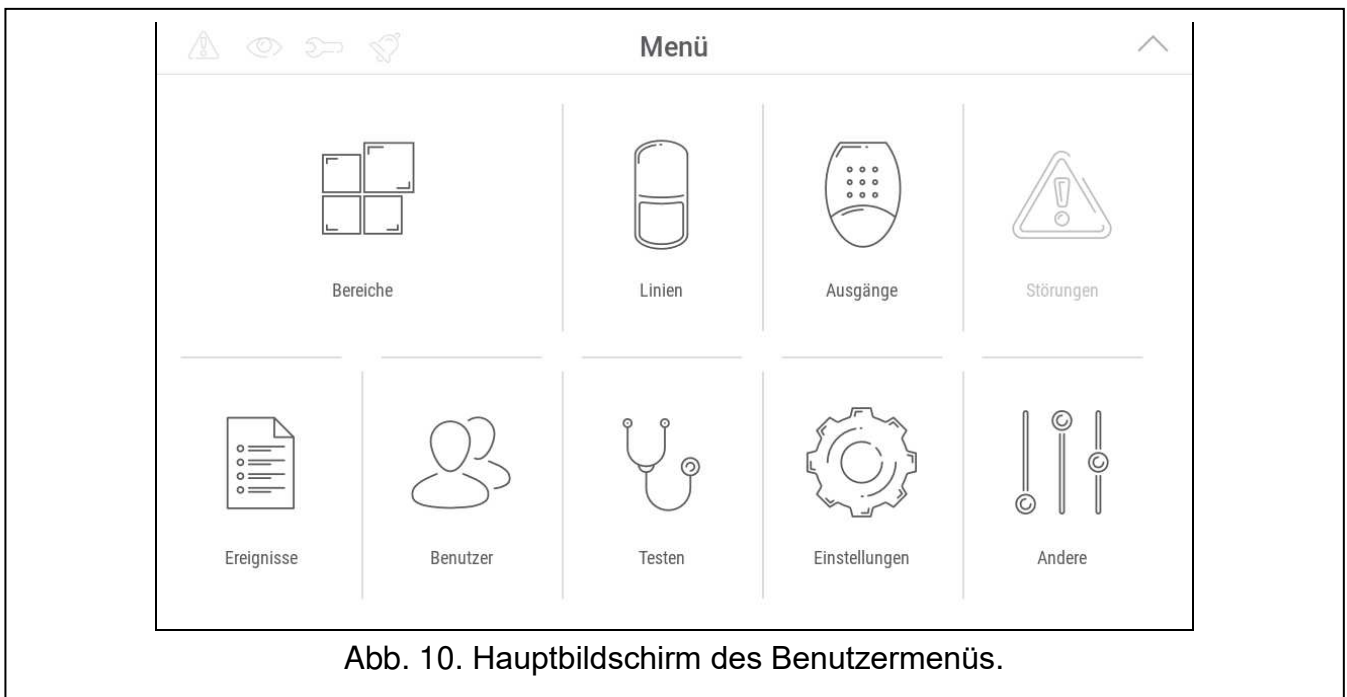

Abb. 10. Hauptbildschirm des Benutzermenüs.
3. Geben Sie das Servicekennwort ein (werkseitig 12345) und tippen Sie auf . Es wird der Hauptbildschirm des Benutzermenüs angezeigt (Abb. 10).